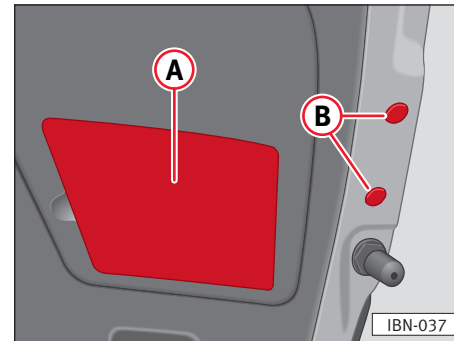

Abb.160
- Kunststoffabdeckung ⇒ Abb.160 (A) und die Kunststoffstopfen ⇒ Abb.160 (B) durch Hebelwirkung mit der flachen Seite des Schraubendrehers vorsichtig entfernen, damit der Lack nicht zerkratzt wird.
- Die Stopfen ⇒ Abb.160 (B) und die Kunststoffabdeckung ⇒ Abb.160 (A) einsetzen.